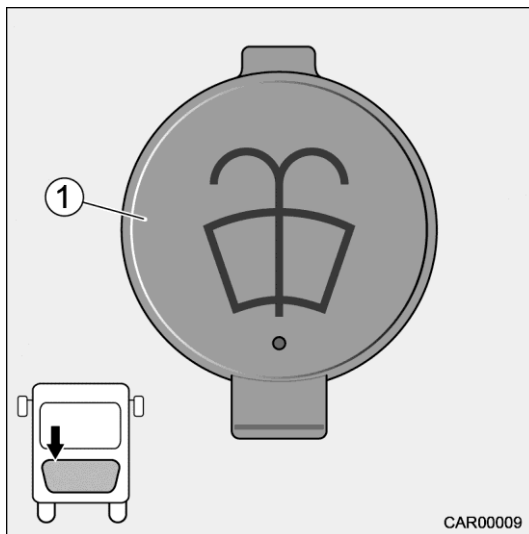

Fig. 14 Réservoir à liquide lave-glace
2. Ouvrir le bouchon de carburant (Fig. 14/1).
4. Fermer le bouchon de carburant (Fig. 14/1).